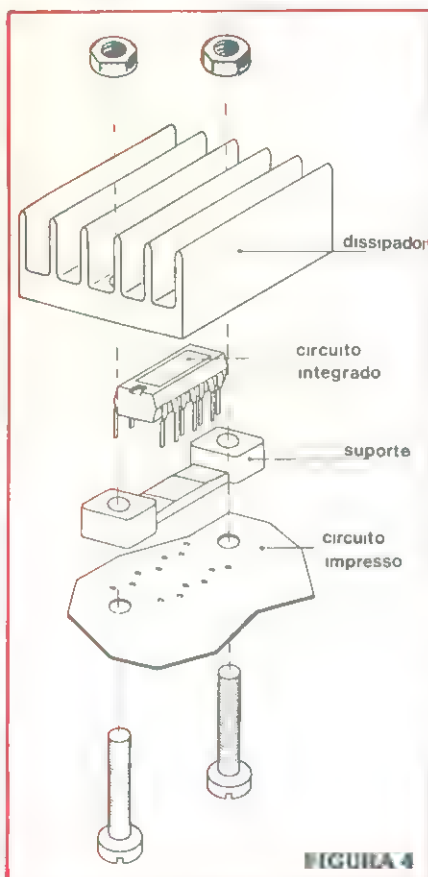
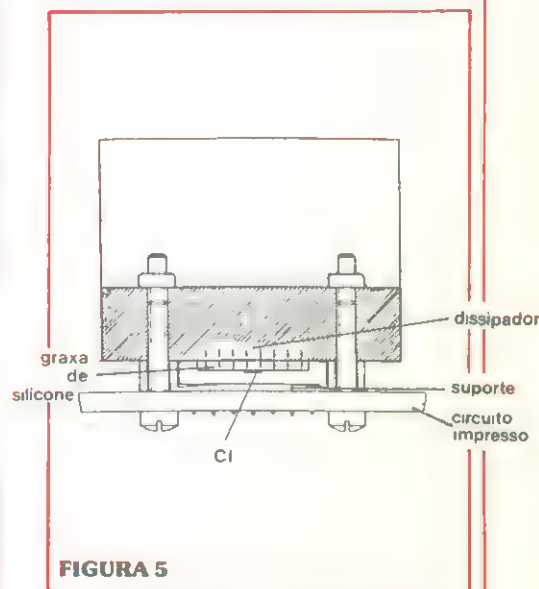

FIGURA 4
FIGURA 5
5) — Esta já é uma etapa mais delicada; consiste em montar o integrado, com seu suporte plástico e o dissipador, sobre a placa. Observe atentamente a figura 4, que fornece as instruções para se efetuar tal montagem. Uma boa medida é a de aplicar um pouco de graxa de silicone entre o corpo do integrado e o dissipador, para garantir uma boa transferência de calor (veja figura 5).